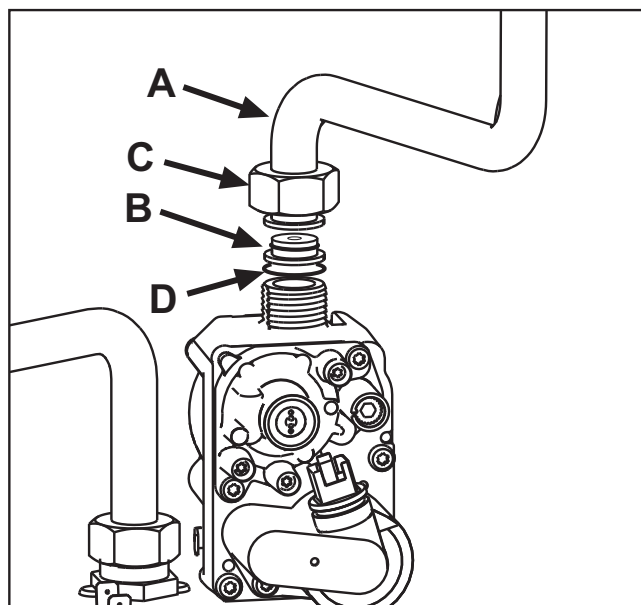

fig. 22
4. Dévisser le papillon **C** et dégager le tuyau du gaz **A** de la soupape gaz (voir fig. 22).
5. Remplacer la buse **B** présente dans le tuyau gaz par celle contenue dans le kit de transformation après avoir intercalé le joint **D** (voir fig. 22).